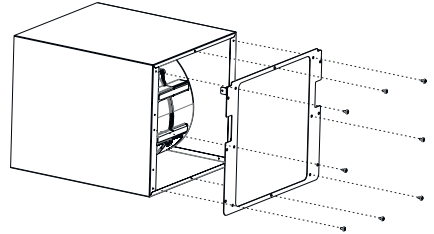

Fig. 15
- 6.** ▶ Ta bort adapterramen på motorkabinettet med de 8 x 3,5x6,5 skruvarna (Fig. 15).
Tryck på plastkåpan i pilens riktning och dra uppåt (Fig. 15).